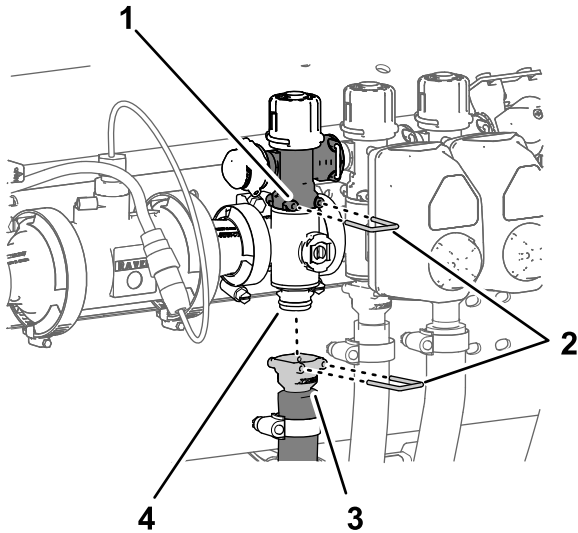

図 120
1. ブームバイパスバルブ用のクイックコネクタカップラをブームマニホールドバルブに固定しているクイックコネクタピンを外す 図 120。
2. ブーム給液ホース用のクイックコネクタカップラをブームマニホールドバルブのクイックコネクタフィッティング用のマニホールドに固定しているクイックコネクタピンを外す 図 120。